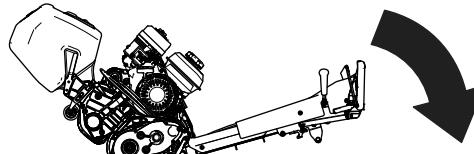

Рисунок 4
- Обеспечьте доступ к режущему блоку, опустив рукоятку тягового блока на землю (Рисунок 4).